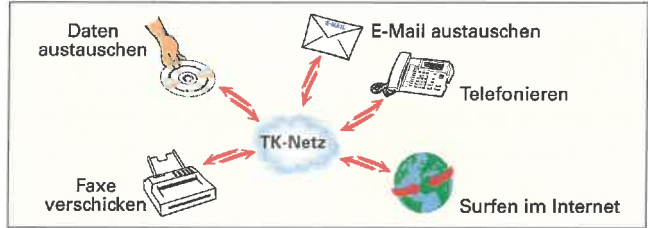

Bild 1: Telekommunikationsnetz und Dienste
Die Telekommunikation (TK) dient zur Übertragung von Informationen, z.B. Sprache, Bilder und Daten. Dazu werden ein Übertragungsnetzwerk, das Telekommunikationsnetz und Dienste (Bild 1) benötigt. Bei den Teilnehmern am TK-Netz besteht die Möglichkeit von digitaler Übertragung, z.B. über ISDN und DSL, und analoger Übertragung. Zur Anbindung eines Teilnehmers an das TK-Netz benötigt man genaue Kenntnisse über die Belegung und Bezeichnung von Telekommunikations-Anschlüssen.